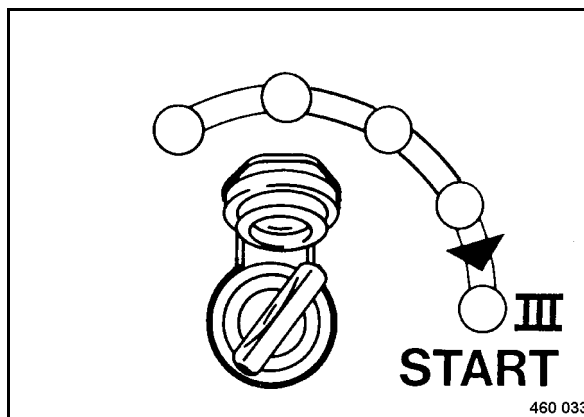

Fig. 44
- Dopo che la spia di controllo per Preriscaldamento si è spenta, girare la chiave di accensione nella posizione "III" (Fig. 44), il motorino di avviamento fa girare il motore.